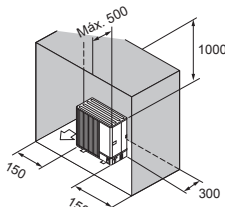

Fig. 2-14
- (6) Obstruções ou superfícies fechadas apenas na parte de trás, nos lados e por cima (Fig. 2-14)